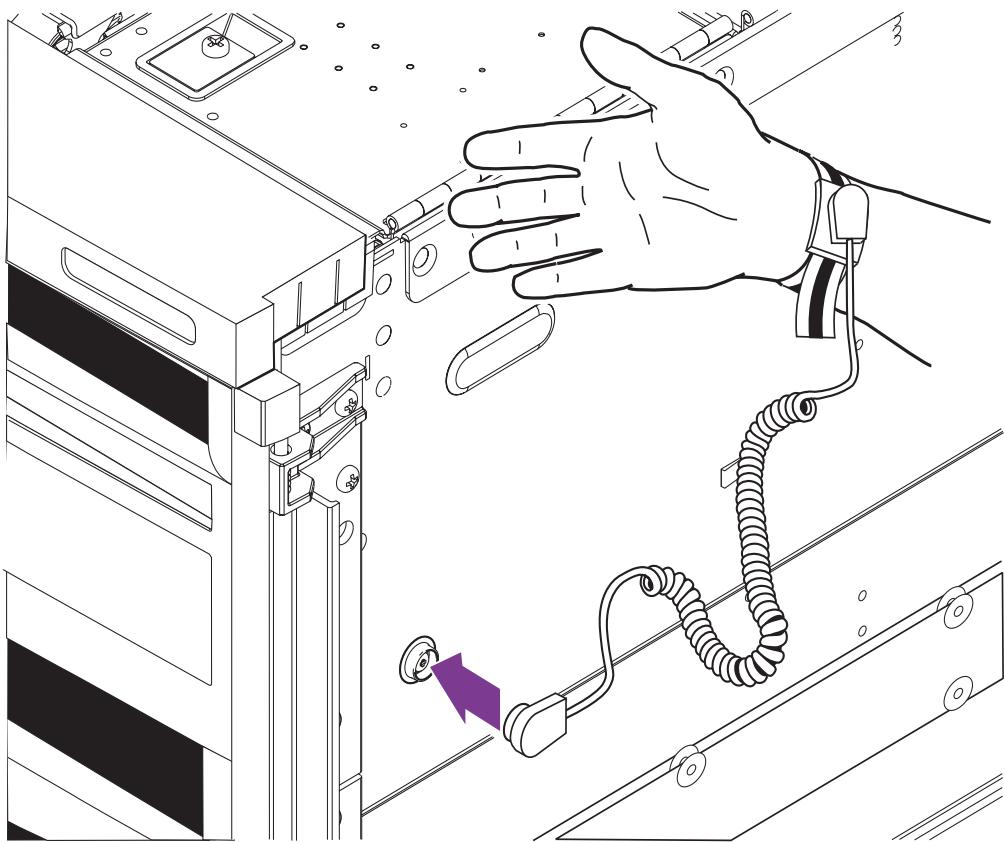
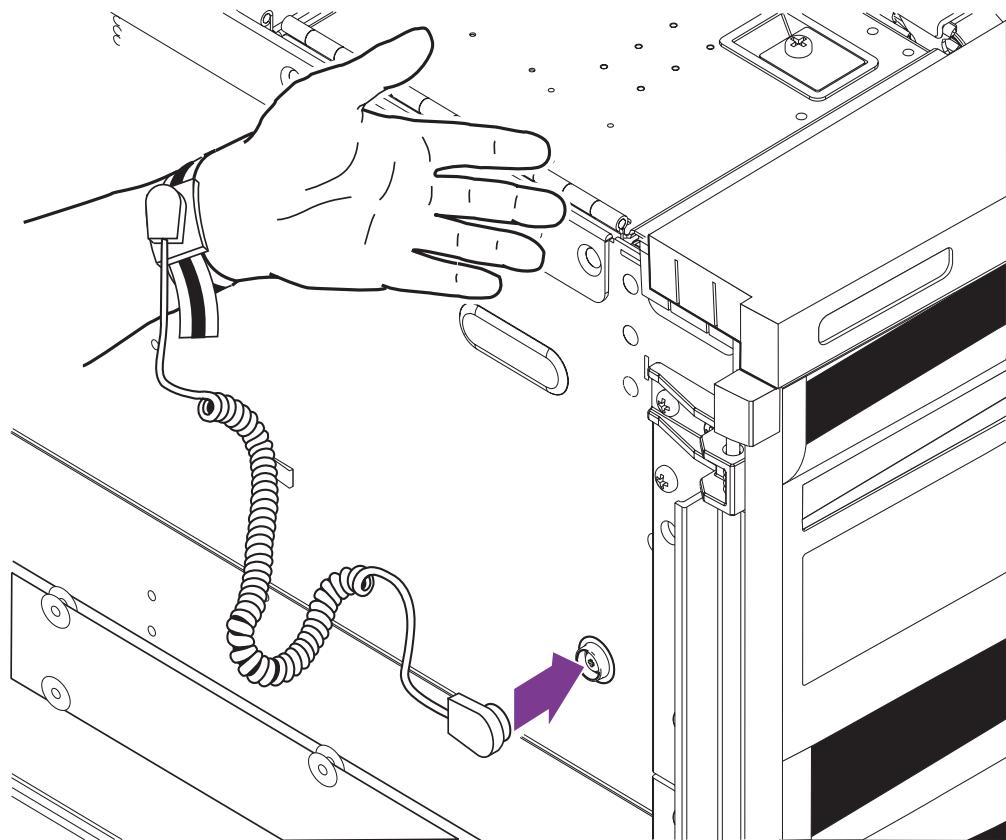

FIGURA 2 Collegamento del bracciale antistatico – Lato destro
FIGURA 3 Collegamento del bracciale antistatico – Lato sinistro
- Per collegare il bracciale antistatico allo chassis, collegare il bracciale come mostrato nella FIGURA 2 o nella FIGURA 3.